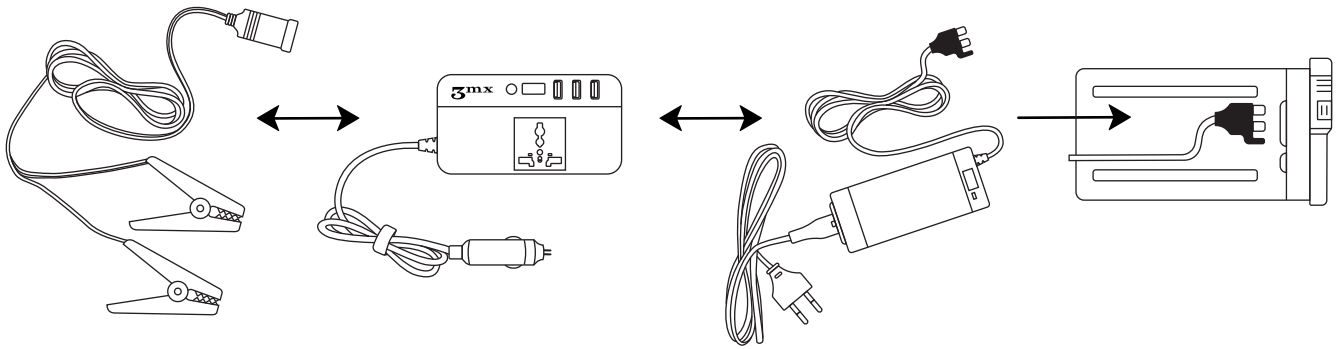

Рис. 9. Схема подключения к аккумулятору через инвертор и клеммы.
- 2** Подключить к аккумулятору блок питания: ограничитель на разъеме питания должен находиться справа от контактов разъема (см. Рис. 9).